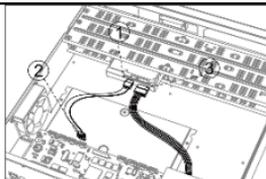

Figure 2-6 Ligue o Cabo
Step 3 Ligue o cabo de dados e o cabo de alimentação. Consulte Figure 2-6.